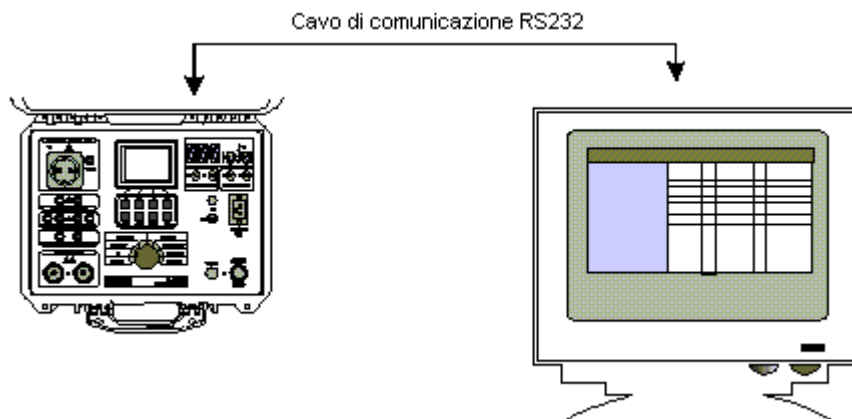

Fig. 53. Collegamento del MULTITESTER al PC
**FASE 1.** Collegare il MULTITESTER al PC come mostrato nella fig. 53 utilizzando un cavo RS232 adeguato.